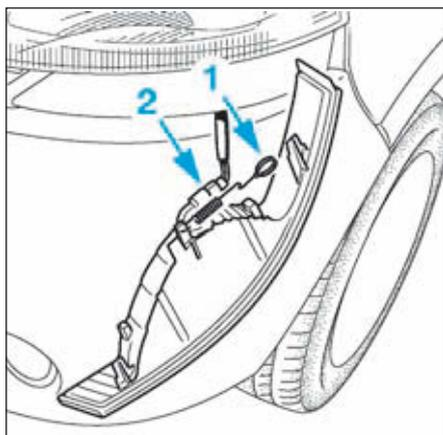

FIG.65
- Déposer le clignotant en tirant sur le ressort (1) (Fig.65).
- Débrancher le connecteur électrique (2) du clignotant.